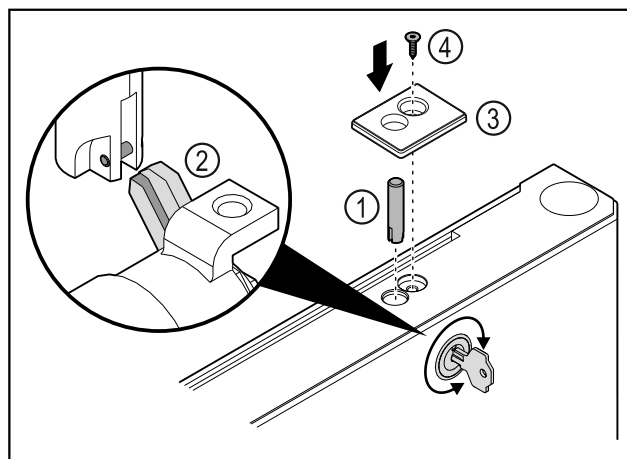

Fig. 45
- Slotbout Fig. 45 (1) plaatsen.
- Slot iets draaien zodat slotbout Fig. 45 (2) in sleuf van slot vergrendelt.
- Afdekking Fig. 45 (3) plaatsen.
- Schroef Fig. 45 (4) plaatsen.